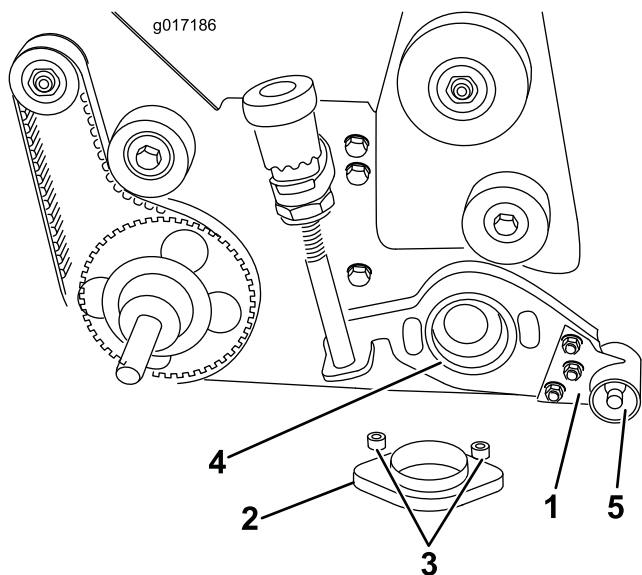

Bild 9
- A. Setzen Sie einen Adapterring in das Spindelkegelrollenlager-Gehäuse (Bild 9).
B. Schieben Sie die Groomerplatte über das Ende der Groomerwelle (Bild 9).
C. Stecken Sie zwei Senkschrauben (3/8" x 2") durch die Abdeckung des Groomerarms und den Kegelrollenlager-Adapter. Legen Sie ein Distanzstück auf jede Schraube, bevor Sie den Adapter im Spindelkegelrollenlager-Gehäuse positionieren. Schieben Sie den Adapter durch das bronzene Kegelrollenlager in die Groomerplatte und in das Spindelkegelrollenlager-Gehäuse. Schrauben Sie die Sicherungsmuttern auf die Senkschrauben und ziehen sie mit 31 bis 37 N-m an (Bild 9).
D. Befestigen Sie das rechte Ende der Groomerwelle mit einer Sicherungsmutter (1/2") (Linksgewinde) an der Groomerplatte. Ziehen Sie die Sicherungsmutter mit 39 bis 47 N-m an (Bild 9).
22. Befestigen Sie das Groomereinstellrad mit der in Schritt 8B entfernten Kopfschraube (3/8" x 5/8") und Belleville-Scheibe an der rechten Seitenplatte (Bild 9).